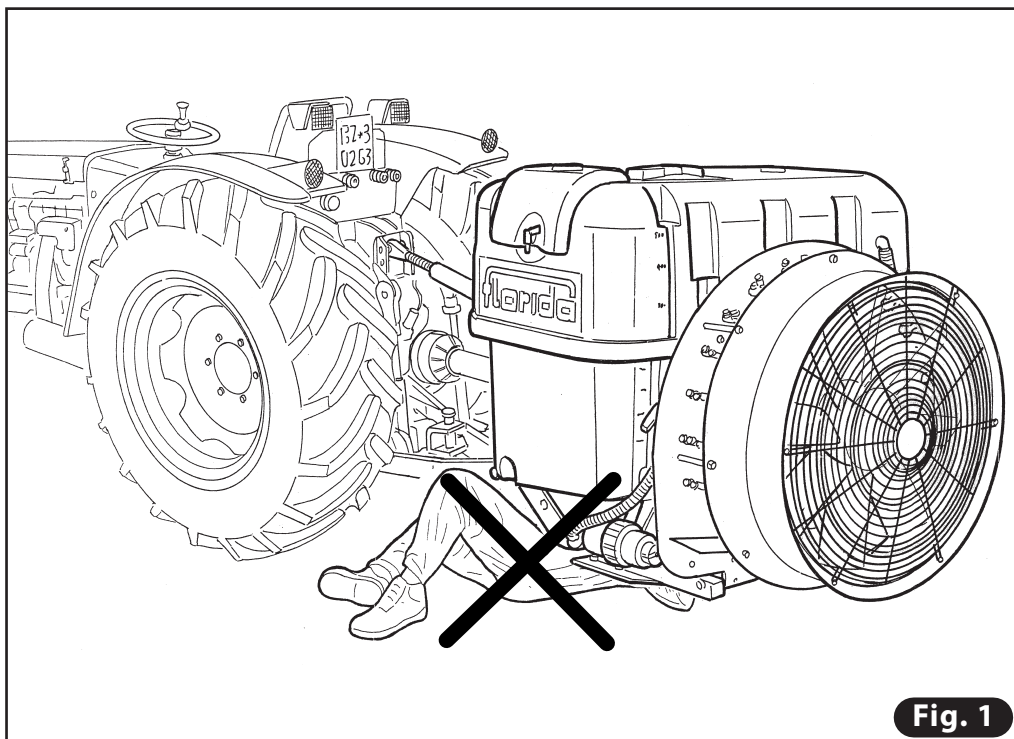

Fig. 1
- Prima di muoversi con la trattrice, assicurarsi sempre che non vi siano persone sdraiate sotto alla macchina, intente ad eseguire operazioni di manutenzione o sostituzione di parti (**Fig. 1**). **PERICOLO DI SCHIACCIAMENTO E TRASCINAMENTO!**
- Before starting the tractor, make sure there are no persons lying under the machine trying to carry out maintenance operations or replacements (**Fig. 1**). **CRUSHING AND DRAGGING HAZARDS!**